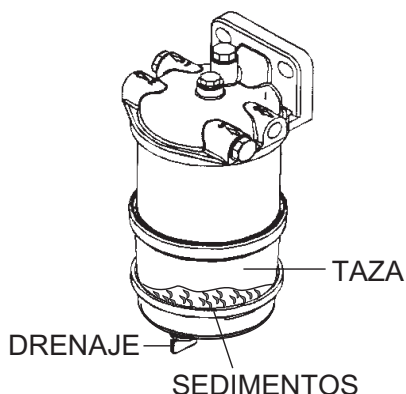

Figura 45. Separador de agua del combustible
1. Inspeccione a diario el separador de agua del filtro de combustible. Si el filtro de combustible/separador de agua (Figura 45) ha acumulado una cantidad significativa de agua y sedimentos en el fondo de la cubeta, debe drenarse.